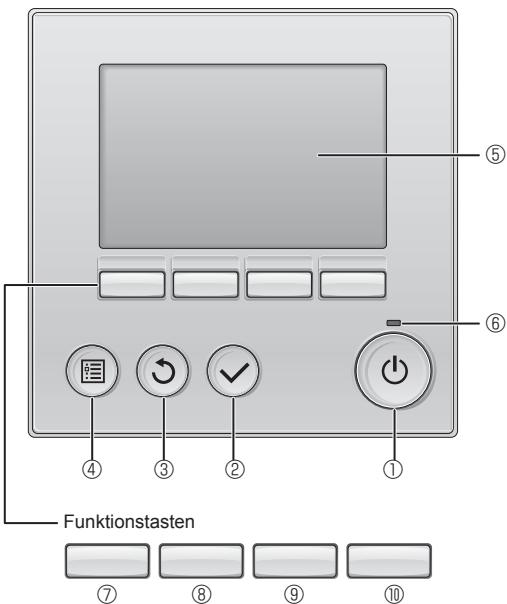

Fig. 6-1
6.2.1. Verwendung der verdrahteten Fernbedienung (Fig. 6-1)
① Taste [EIN/AUS]